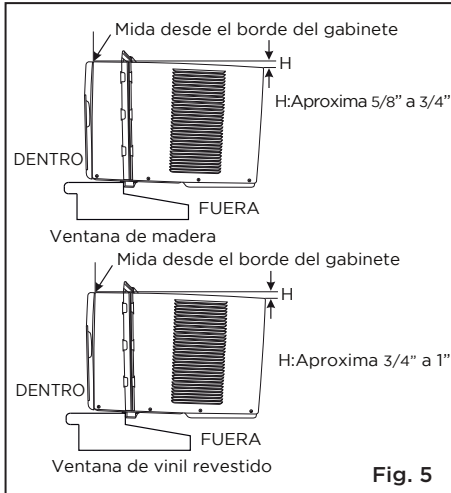

Fig. 5
2. Agarre firme al aire acondicionado, ponga la unidad en la apertura de la ventana con mucho cuidado para que el fondo del marco del aire acondicionado está contra el umbral de la ventana (Fig. 5). Acerque la ventana detrás del carril superior de la unidad con mucho cuidado..
Comprueba que el aire acondicionado está inclinada hacia atrás casi H (Fig. 5) (inclinado unos 3° a 4° desde el fondo hacia la fuera) después de la instalación, correcta, el condensado no debe bajar desde el orificio de drenaje de desbordamiento durante su uso normal, corrige la pendiente de otro modo.